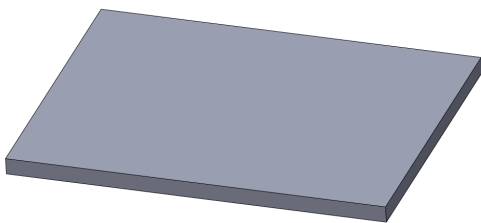

图 9-10 打开素材模型
(1) 单击常用工具栏中的【打开】按钮, 打开一幅素材模型, 如图 9-10 所示。